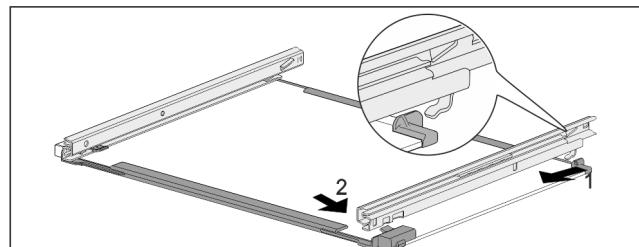

Fig. 82 Стеклянная пластина с направляющими
- Засцепите направляющую сзади. Fig. 82 (1)
- Зашелкните направляющую спереди. Fig. 82 (2)